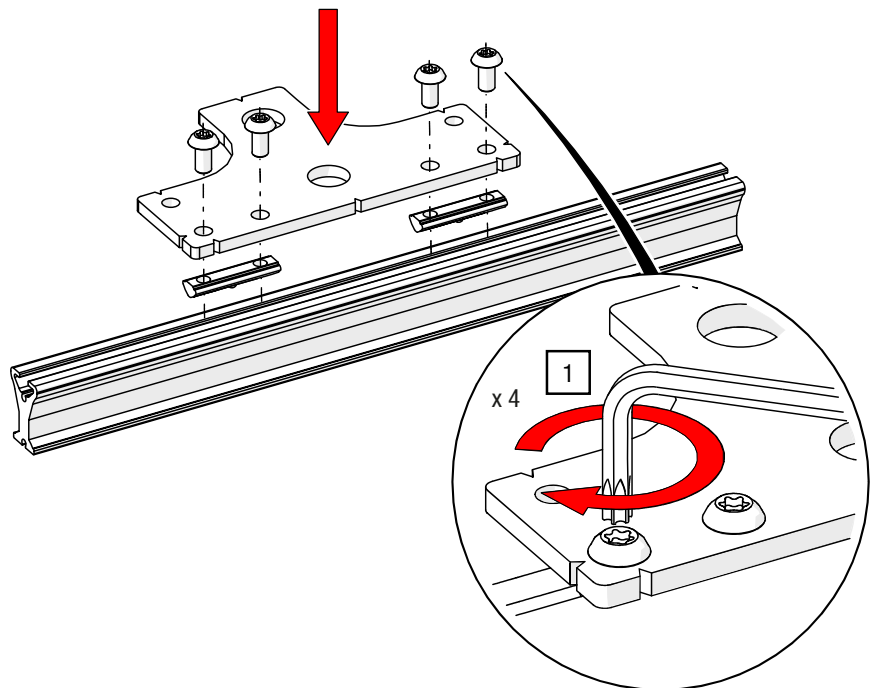

Abb. 35: Ausgleich-Überlaufplatte (2-läufig) – längs zur Schiene montieren (Ausgleich)
1. Setzen Sie die Nutensteine im Schienenprofil ein und verschrauben Sie das Blech in Orientierung Ausgleichsplatte mit einem TORX®-Schlüssel T25 und 6 Nm (siehe Abb. 35).